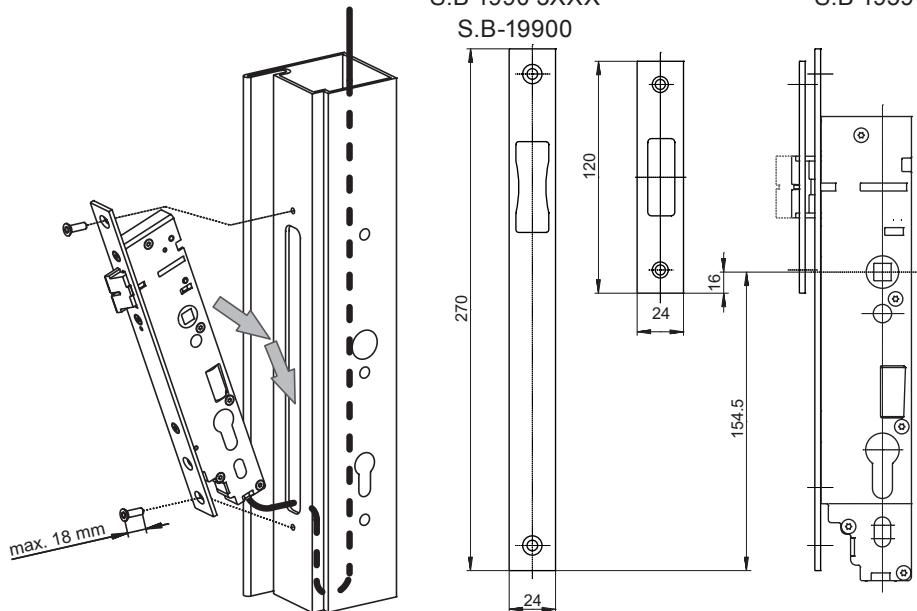

Fig. 7 : montage
- Introduire la serrure en diagonale vers le bas dans l'entaillage en mettant le câble dans le profil (voir Fig. 7).